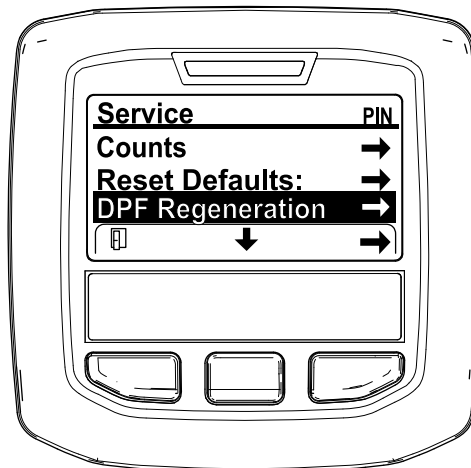

Figura 39
3. En el MENÚ SERVICIO, pulse el botón central hasta que se muestre la opción REGENERACIÓN DEL FPD, y pulse el botón derecho para seleccionar la opción REGENERACIÓN DEL FPD (Figura 39).